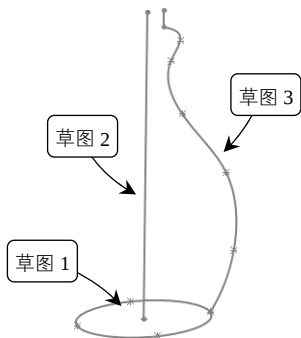

图 4-56 打开引导线扫描文件
- 01 打开素材库中的“第 4 章/4-6 引导线扫描.sldprt”文件，如图 4-56 所示。